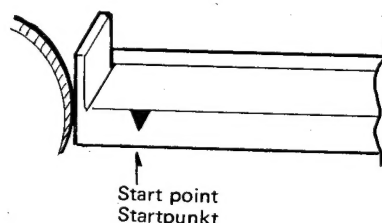

Fig. 13 Abb. 13
7. Mount the TV Dial pointer at the start point on the TV bracket as shown in Fig. 13.
7. Bringen Sie den Fernsehskalenzeiger am Startpunkt der Fernsehstütze an, wie in Abb. 13 gezeigt.